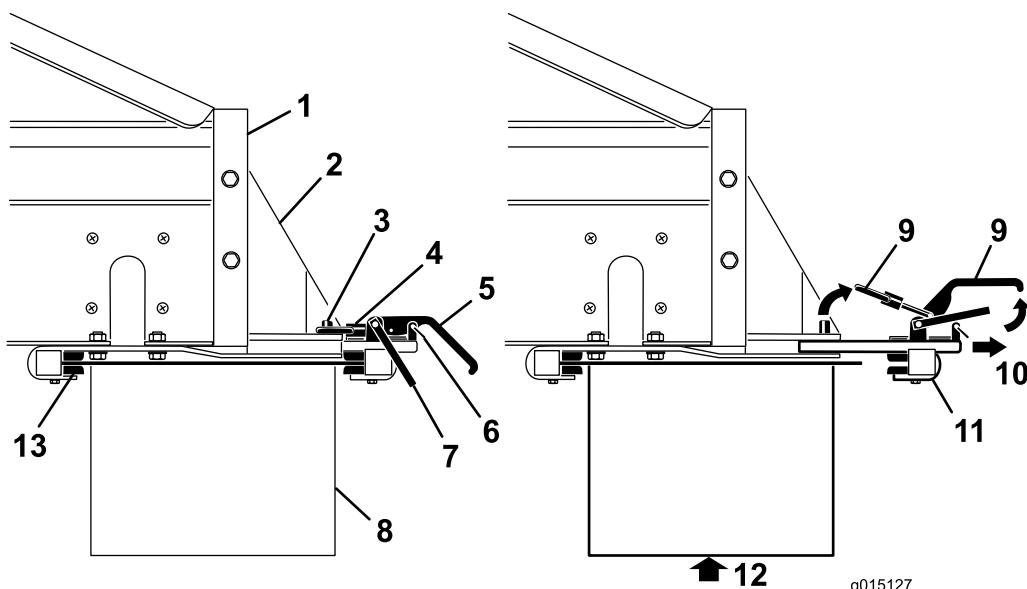

図 2
1. クランプのハンドルから、安全ラッチクリップを外す図 2。
2. 安全ラッチを立て、アタッチメント側のクランプハンドルを開いてロックピンからロックリングを外す図 2。
3. クイック・アタッチ・スロットから、後クランプ・アセンブリを引き出す図 2。
4. 誰かに補助してもらってツイン・スピナーを持ち上げ、スピナーの前端を MH-400 の下の前クランプ・ブラケットにセットする図 2。
5. ツインスピナーを持ち上げたまま、後クランプアセンブリをクイックアタッチスロットに戻し、スピナーの後端部にセットする図 2。
7. クランプのハンドルに、安全ラッチクリップを元通りに取り付ける図 2。